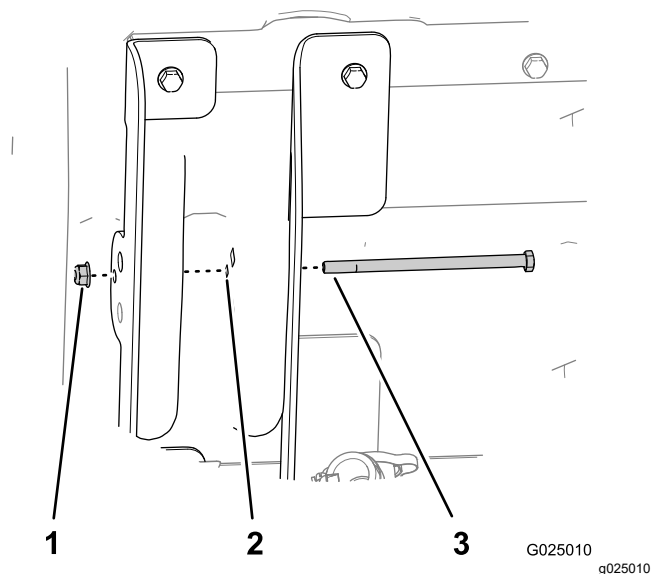

Figura 6
7. Introduzca el perno de cabeza hexagonal (5/16" x 5 1/2") a través del taladro de 8 mm del soporte de elevación interior (pestañas largas), la estructura de la plataforma y el soporte de elevación exterior de la plataforma (pestañas cortas), según se muestra en Figura 6.
8. Sujete el perno con la tuerca con arandela prensada (5/16") y apriétela a mano (Figura 6).
11. Apriete la tuerca con arandela prensada que sujeta el perno (5/16") hasta que quede ajustada (Figura 6).